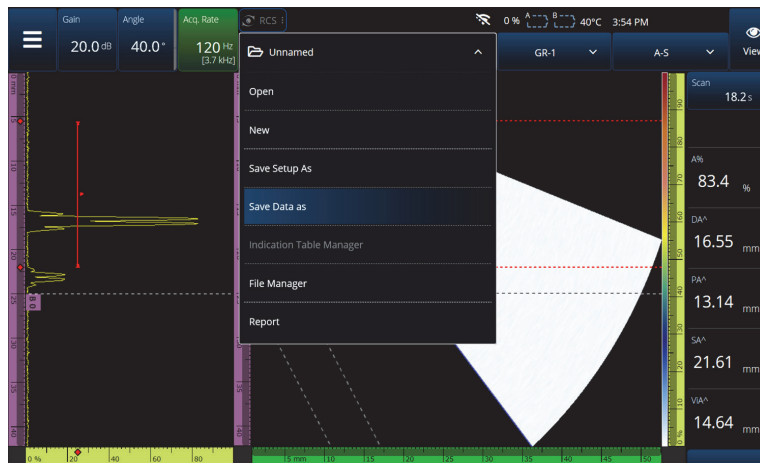
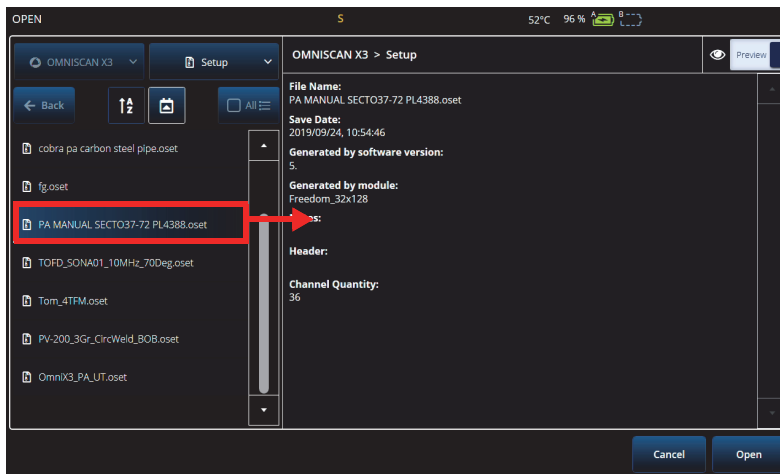

Figura 6-1 Menu File
Figura 6-2 Menu Open
Le configurazioni di ispezione e i dati sono conservati e organizzati mediante file e presentati in rapporti. È possibile usare il menu **File** per accedere a diversi parametri dei file, lo strumento **Report** (rapporto) e il **File Manager** (gestione file)[Figura 6-1 a pagina 209].
- Per salvare il file di configurazione, selezionare **Save Setup As** (salvare configurazione) nel menu  File (Figura 6-1 a pagina 209).
- Per aprire un file, selezionare **Open** (apri) nel menu  File (Figura 6-1 a pagina 209) e in seguito selezionare la directory del file. È possibile aprire il file di configurazione o il file di dati selezionando il tipo di file. È inoltre possibile ordinare i file in ordine alfabetico o di data mediante l'icona **Filter** (filtro) e visualizzare in anteprima il file selezionato (Figura 6-2 a pagina 210).